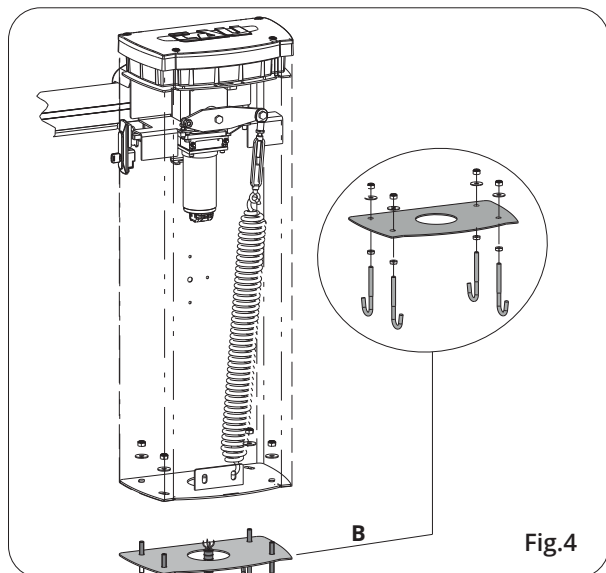

Fig.4
La barrière peut fonctionner à droite (D) en montant la plaque comme dans fig. 4.
La barrière peut fonctionner à gauche (G) en montant la plaque comme dans fig. 4.
Si au moment de l'équilibrage on a besoin d'une charge supérieure/inférieure à la charge autorisée, déplacer le piton à anneau (1 D fig. 4) dans le trou à droite ou à gauche pour augmenter/diminuer la capacité de charge.